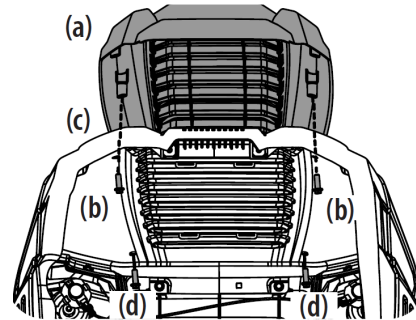

Figure 9
2. ねじ込み式フードトッパー (a) を下から固定し、フードの後半部分のねじ (b) を手で締めてから、ぴったりとはめ込みます。図9を参照。
3. 後部のネジを取り付けた状態で、フードトッパーの穴 (a) をフードの穴 (c) に合わせ、残りの2本のネジ (d) で固定します。図9を参照。